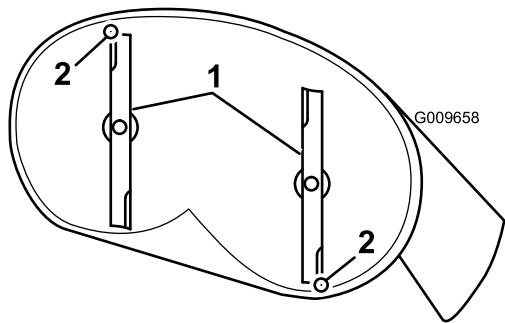
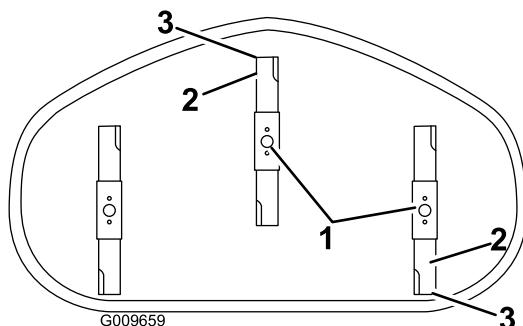

Figure 53
Figure 54
- Faites pivoter les lames avec précaution pour faire passer les pointes avant à l'arrière (Figure 53 et Figure 54).
5. Mesurez la distance entre la pointe de la lame avant et la pointe de la lame arrière par rapport à la surface plane (Figure 53 et Figure 54).
Remarque: Poursuivez le réglage de l'écrou jusqu'à ce que la pointe avant de lame soit de 1,6 à 7,9 mm (1/16 à 5/16 po) plus bas que la pointe arrière (Figure 53 et Figure 54).